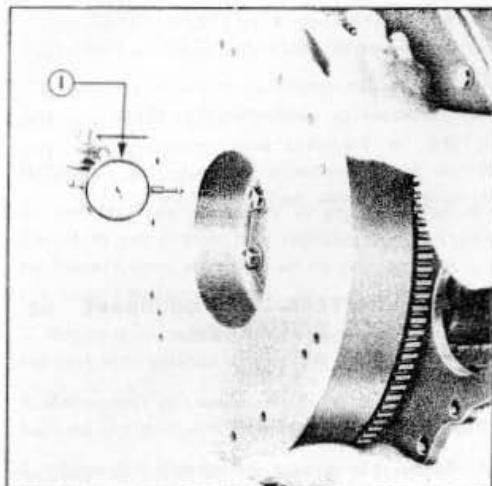

Fig. 19 = Verification du 'desequilibre' du volant moteur
4. Il est indispensable que le volant moteur soit bien équilibré; des corps étrangers s'introduisant entre les surfaces des deux brides peuvent, en effet, le déséquilibrer. Ce 'déséquilibre' doit être mesuré à l'aide d'un indicateur spécial à cadran (Fig. 19) et le chiffre fourni par cet indicateur ne doit pas dépasser le chiffre spécifié sous la rubrique 'Fiche technique'.